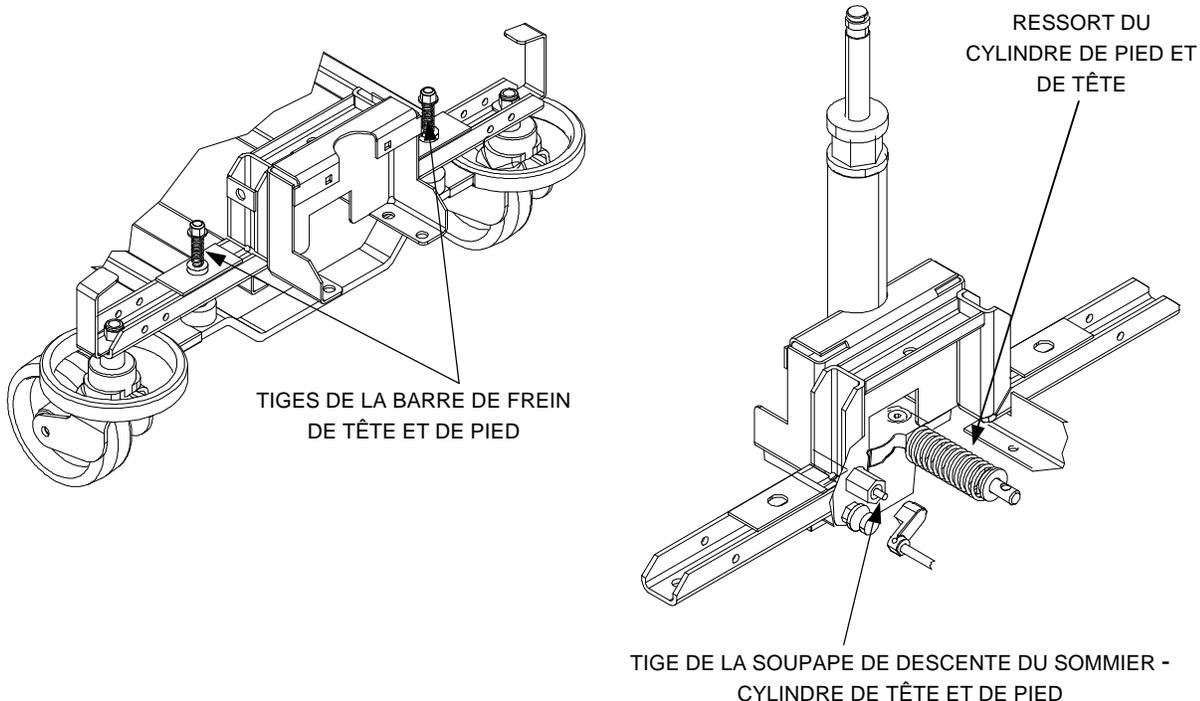

Figure 2.2
- \_\_\_ Lubrifiez au besoin les points de lubrification illustrés à la figure 2.2 à la page suivante.